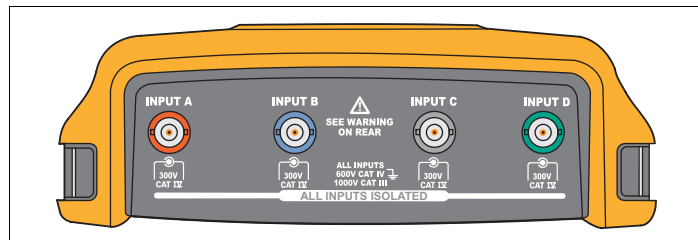

Figura 1. Conectores BNC
- No conecte el muelle de puesta a tierra (consulte la Figura 1 en el *manual de uso de ScopeMeter Test Tool 190 Series II*) a tensiones superiores a picos de 42 V (30 Vrms) desde la puesta a tierra.
La parte superior del instrumento de medida dispone de cuatro entradas de señal BNC de seguridad. Estas entradas aisladas permiten efectuar mediciones flotantes independientes. Consulte la Figura 1.